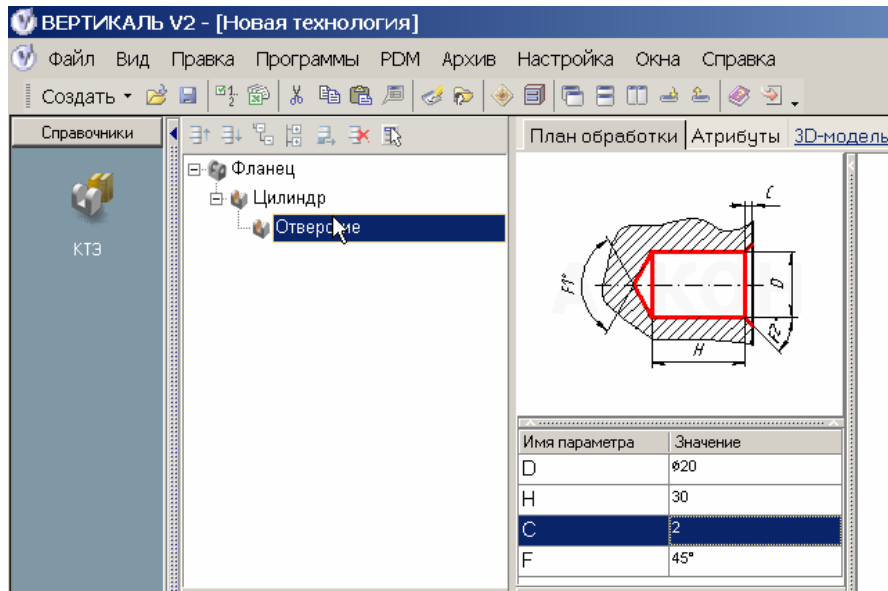

Рисунок 23 – Ввод параметров КТЭ
4. Заполняем таблицу параметров КТЭ размещенную на вкладке **План обработки** под изображением КТЭ (рисунок 23). Ввод параметров возможен как непосредственно в сетке таблицы, так и в окне **Редактирование размера**.